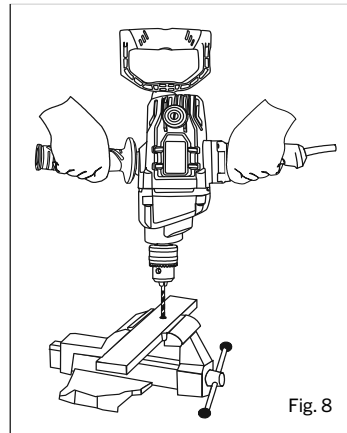
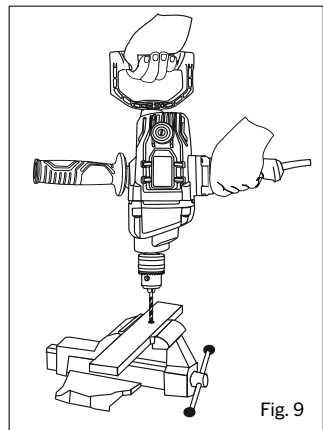

Fig. 8
Fig. 9
Lorsque vous percez sur des surfaces dures et lisses comme le métal, utilisez un pointeau pour marquer l'emplacement du trou désiré. Ceci empêchera le foret de glisser hors du centre pendant que le trou est commencé. La pièce à percer doit être fixée dans un étau ou avec des pinces pour l'empêcher de tourner pendant que le foret tourne (Fig. 8).
2. Tenez fermement la perceuse avec les deux mains. Utilisez votre main gauche pour saisir la poignée principale et la détente ainsi que votre main droite pour saisir la poignée auxiliaire (Fig. 8). Si la poignée auxiliaire ne peut pas être utilisée en raison d'un espace inadéquat, utilisez votre main droite pour saisir la poignée pivotante en D (Fig. 9).